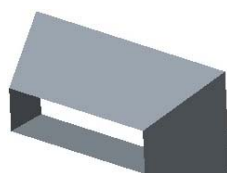

图 6.2.9 带锥度的拉伸曲面
- 当使用封闭的截面草图时，选中 ☒ **添加锥度** 复选框可以使曲面特征带有一定的拔模斜度（图 6.2.9），该选项对于实体特征同样适用。